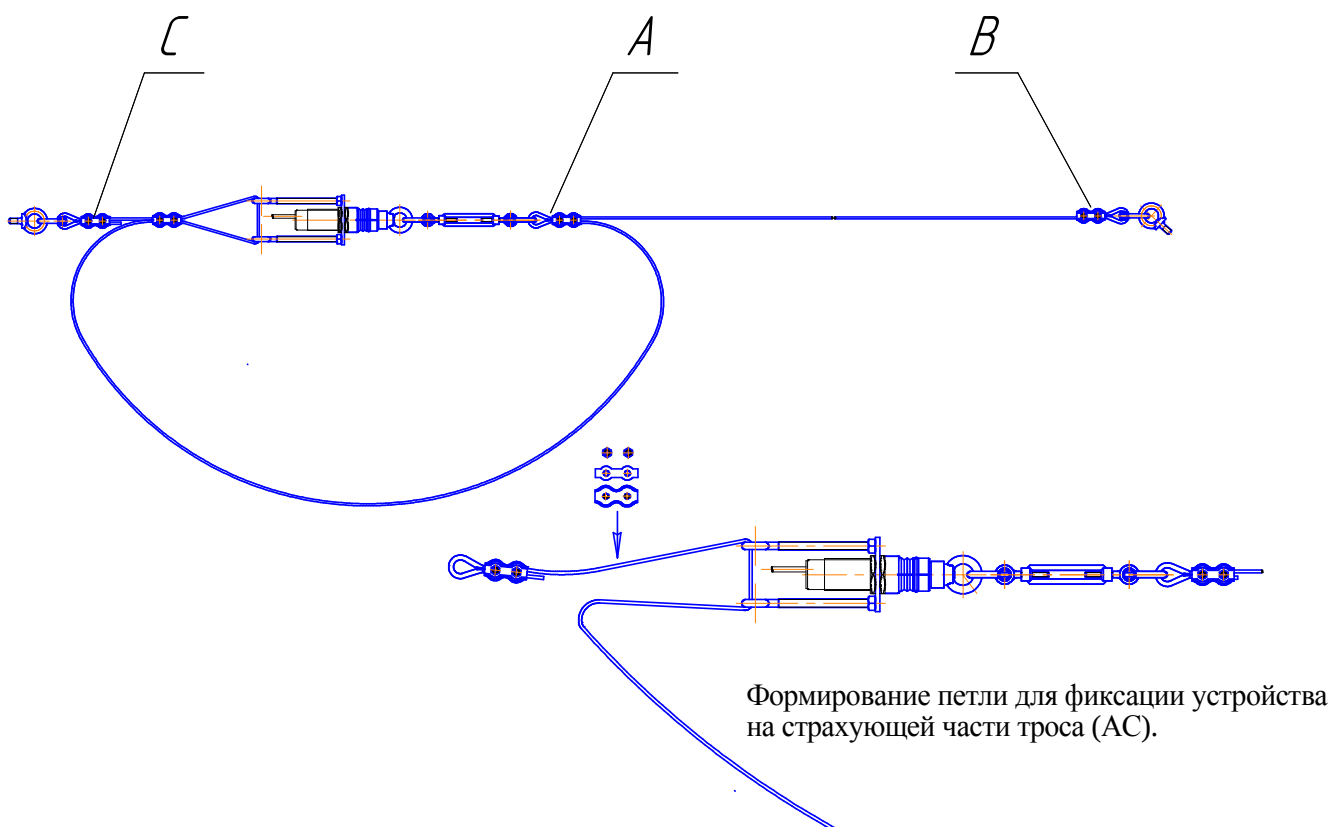

Рис.2
- 4.3. Установить коуши 2 и тросовые зажимы 3 на концы В и С троса, как показано на Рис.2.
- 4.5. Сформировать петлю (см. Рис.2) для фиксации узла крепления датчика.